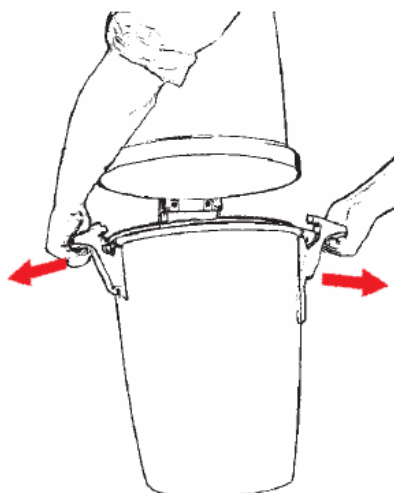

Fig. 20
- odpiąć zaczepy kontenera kurzowego (rys. 20)
- odpiąć zaczepy kontenera kurzowego (rys. 20) i zdjąć kontener,